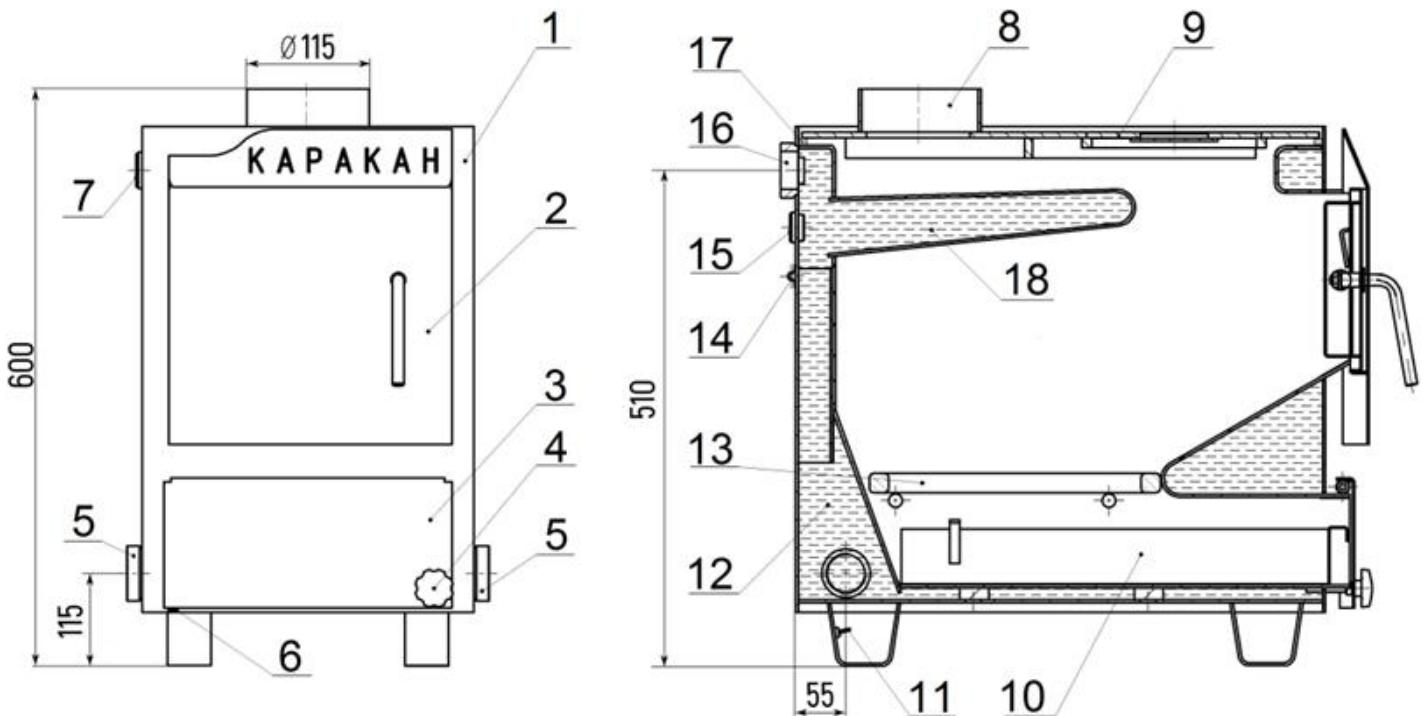

Рисунок 1. Схема котла. Базовая комплектация
- 5.6. По желанию потребителя на котел можно установить автоматический регулятор тяги (через фланец 7, *рис. 1*). Крепление для цепи автоматического регулятора тяги находится на дверце зольника. В отсутствие регулятора фланец герметизируется заглушкой G $\frac{3}{4}$ " – см. базовую комплектацию.